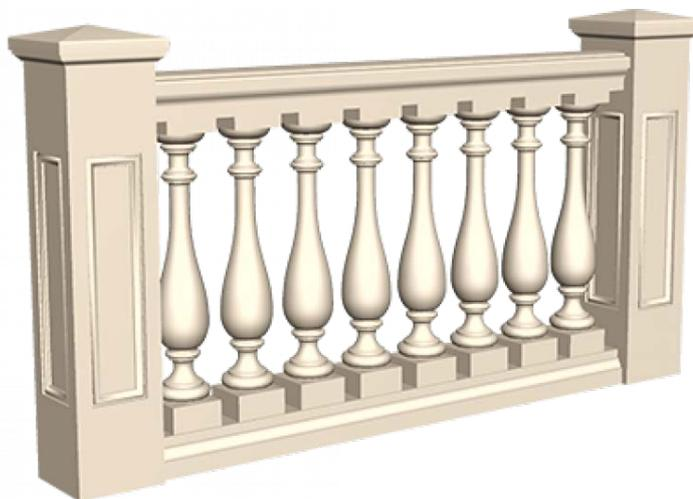

Рис.2. Образец 3D-модели изделия
- ✓ рассмотрите примеры парапетов и разработайте на основе образца (см. Рис. 2) модель изделия с характерными чертами: двумя массивными столбами-опорами по бокам, широкими перилами между ними, набором одинаковых фигурных балясин на широком основании;